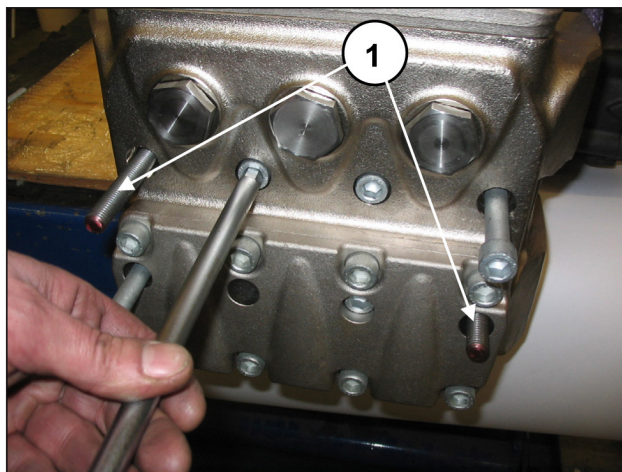

Fig. 42
- Svitare le due viti esterne di fissaggio testata M12x160 sostituendole con due barre filettate M12 (Fig. 42, pos. ①) per evitare il danneggiamento dei pistoni, quindi procedere alla rimozione delle restanti viti.